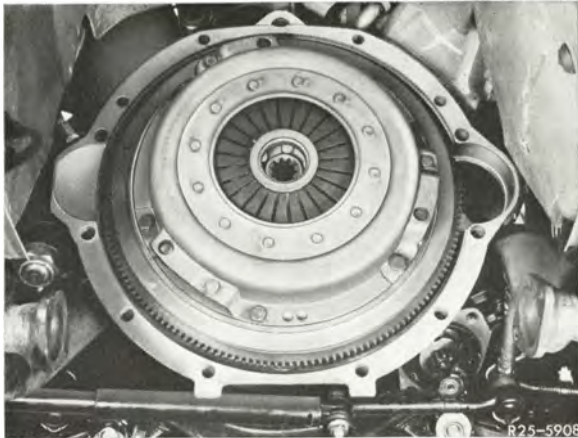

Bild 1
- 2 Befestigungsschrauben der Druckplatte nacheinander so lange um jeweils 1 bis 1½ Umdrehungen lösen, bis die Druckplatte entspannt ist (Bild 1).